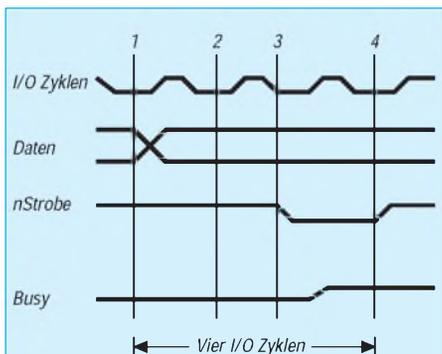

Bild 1: Funktionsweise der Centronics-Schnittstelle.
mal die Funktion der klassischen Centronics-Schnittstelle dargestellt werden. Bild 1 zeigt den Ablauf bei der Ausgabe eines Zeichens oder eines Bytes. Es sind minimal vier CPU-I/O-Zyklen erforderlich. Zunächst wird das Datum in das Datenregister geschrieben (1). Das Busy-Bit im Druckerstatusregister zeigt, ob der Drucker Daten annehmen kann (2). Ist der Drucker bereit, wird Strobe mit Low-Pegel aktiviert (3). Die CPU muß dann Strobe wieder inaktiv schalten (4). Wie man sehen kann, sind eine Menge Ein- und Ausgabebefehle nötig, um ein einziges Zeichen an die Peripherie zu übermitteln. Daraus resultiert die relativ geringe Transferrate von maximal 150 kHz/s.